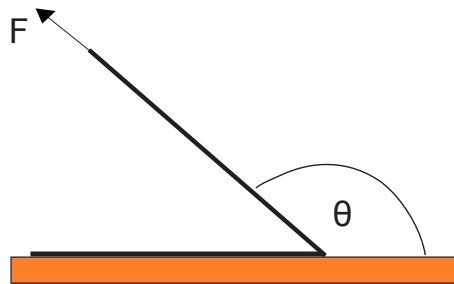

Figure 3: Pelage d'un film infiniment flexible.
2. On considère maintenant la limite d'un **film infiniment flexible, mais inextensible**. La partie circulaire se réduit alors à une taille nulle ($R/L \rightarrow 0$), et peut être négligée comme dans la figure 3.